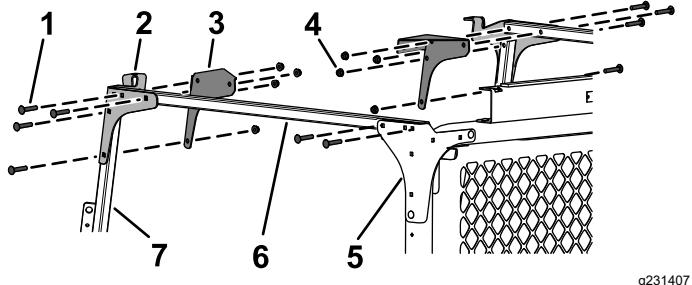

Figura 35
- Instale sem apertar os tubos de ligação cruzada nos suportes de montagem traseira e nas placas de canto traseiras utilizando 2 parafusos de carroçaria (5/16 x 1 $\frac{1}{4}$ pol.) e 4 porcas flangeadas (5/16 pol.), como se mostra na Figura 35.
- Instale sem apertar os suportes de montagem frontal e as placas de canto frontais nos tubos da ligação cruzada e nos suportes do limpador para-brisa utilizando 8 parafusos de carroçaria (5/16 x 1 $\frac{1}{4}$ pol.) e 8 porcas flangeadas (5/16 pol.), como se mostra na Figura 35.